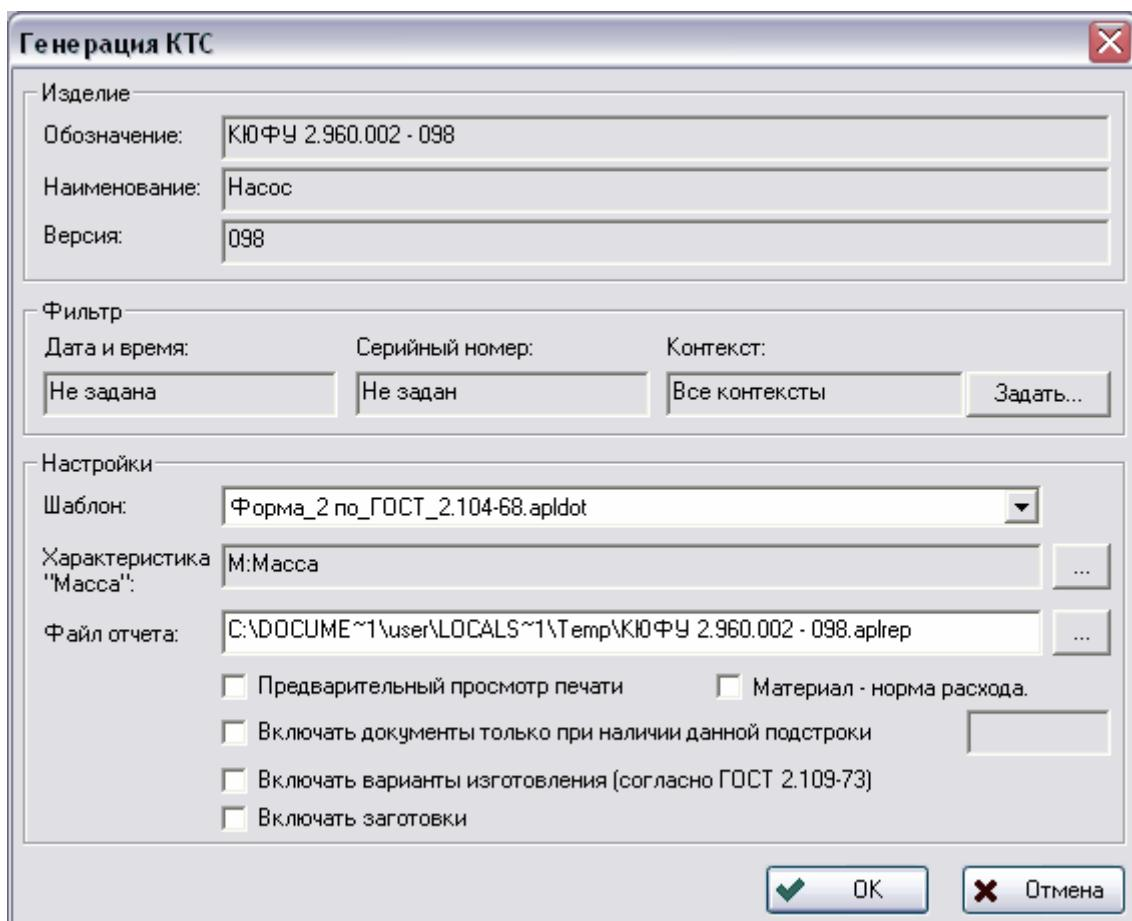

Рис. 89
2. После этого появится окно Генерация КТС (Рис. 89).
3. В окне **Генерация КТС** введите необходимые параметры (Рис. 89).